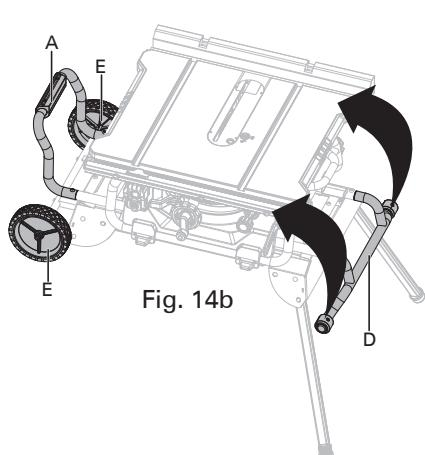
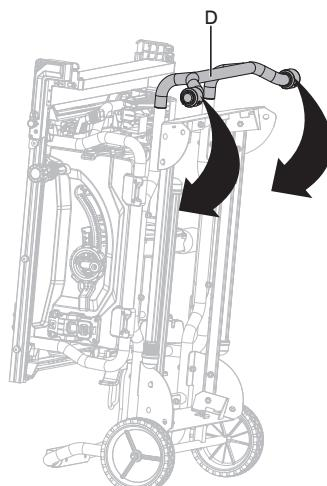
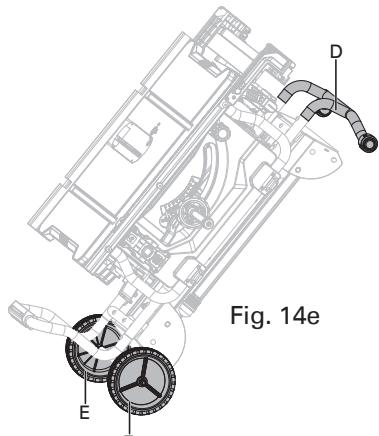

Fig. 14b
Fig. 14d
Fig. 14e
- Agarre el conjunto del caballete de soporte (A), levántelo hasta que las dos patas de soporte (B) (ubicadas en el lateral de la rueda) dejen de tocar el suelo y pliegue las dos patas de soporte hacia dentro (B). Para ello, presione las clavijas de bloqueo (C) hasta que desbloqueen las patas de soporte (B) de los orificios y, luego, oscile las patas de soporte (B) hacia arriba hasta que las patas de soporte se bloquen con las clavijas de bloqueo (C) y encajen en los orificios.
- Agarre el asidero I (D) e incline la sierra hacia las ruedas hasta que el soporte quede equilibrado en las ruedas (E) y el conjunto del caballete de soporte (A) (Fig. 14b-14c).
- Pliegue las otras dos patas de soporte hacia dentro (F). Para ello, presione las clavijas de bloqueo (G) hasta que desbloqueen las patas de soporte (F) de los orificios y, luego, oscile las patas de soporte hacia abajo hasta que las patas de soporte se bloquen con las clavijas de bloqueo (G) y encajen en los orificios.
- Agarre el asidero I (D) firmemente e incline la sierra hacia usted, presione la sierra hasta la ubicación que deseé (Fig. 14e) y abra el soporte o guarde la sierra (Fig. 14d y 14f) en un entorno seco.